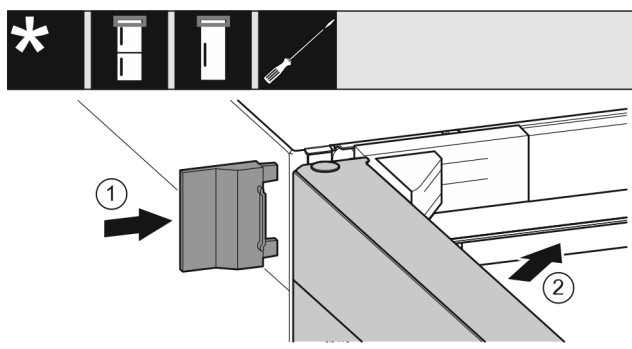

Fig. 60
- ▶ Buitenste afdekking Fig. 60 (1) erop schuiven.
- ▶ Bovenste deur Fig. 60 (2) sluiten.